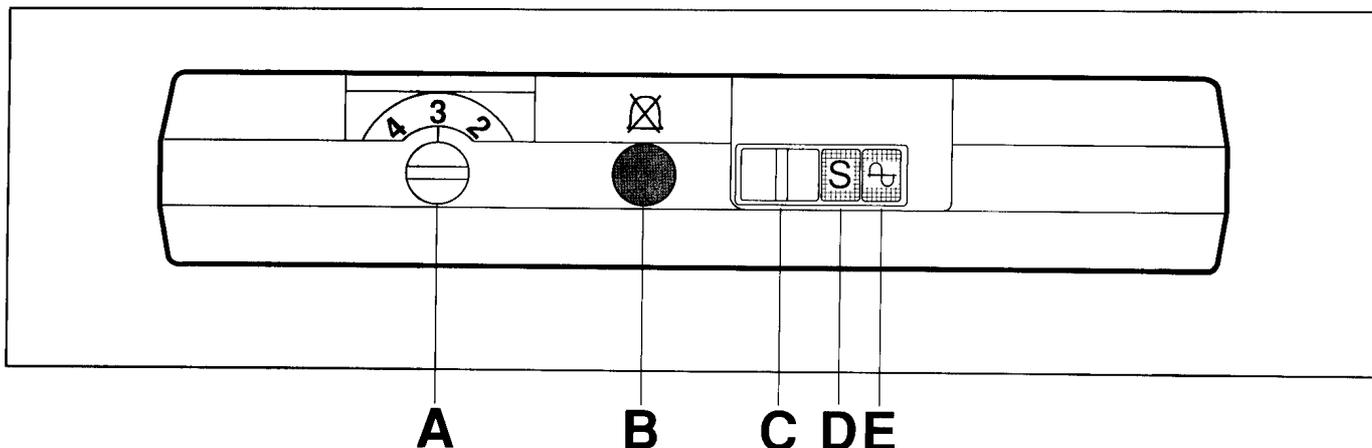

Abb. 10
## Bedienungsblende (Abb. 10)
Den Stillstand erhält man durch Drehen des Schalters (A) (Abb. 10) auf Stellung «O».
24 Stunden nach Einlagerung frischer Produkte wird der Schalter (C-Abb. 10) wieder auf die Position «Normal» (Lagerung) gestellt.